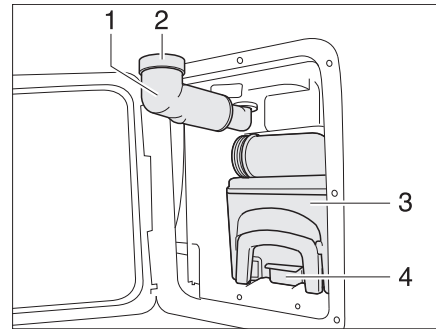

Fig. 141 Cassette Thetford
- Girar hacia fuera el tubo de llenado de agua potable (Fig. 141,1).
- Retirar la tapa roscada (Fig. 141,2).